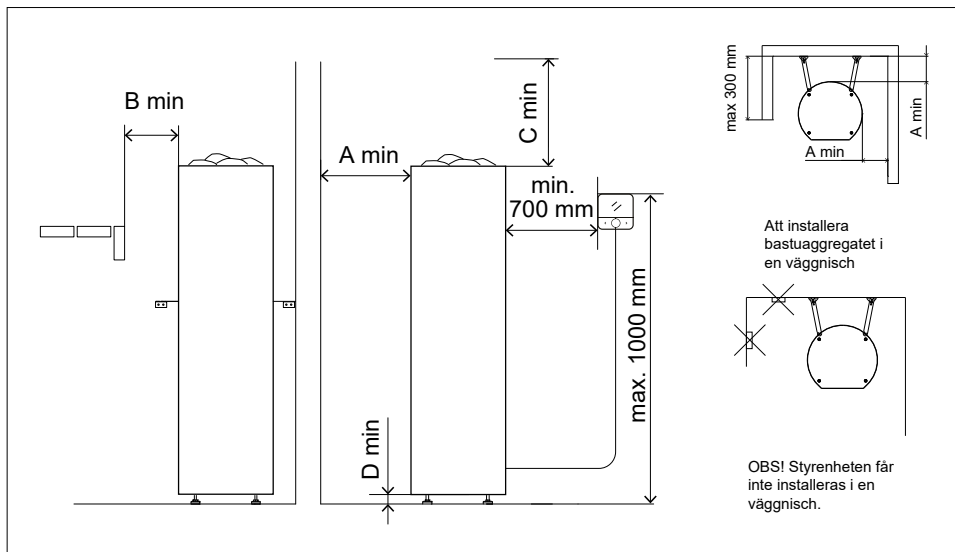

Bild 4. Minimisäkerhetsavstånd till aggregatet
Vid behov kan man bygg ett skyddsräcke runt bastuaggregatet. Vid planeringen ska man alltid följa minimiskyddsavstånden till brännbara material sta skyddsavstånden som anges i anvisningarna från de brännbara strukturerna (Bild 4 och tabell 2).
- Bastuaggregatet kan också installeras i en väggnisch. Se bild 4.
- Styrpanelen får inte installeras på platser där temperaturen överstiger den maximala temperaturen på 80° C. Om styrpanelen installeras i basturummet ska installationsplatsen vara minst på ett minimiskyddsavstånd (0,7 m) från bastuaggregatet och högst en meter (1 m) från golvet (se bild 4). Strömkablarna och styrpanelens kabel ska inte installeras bredvid varandra för att undvika störningar.